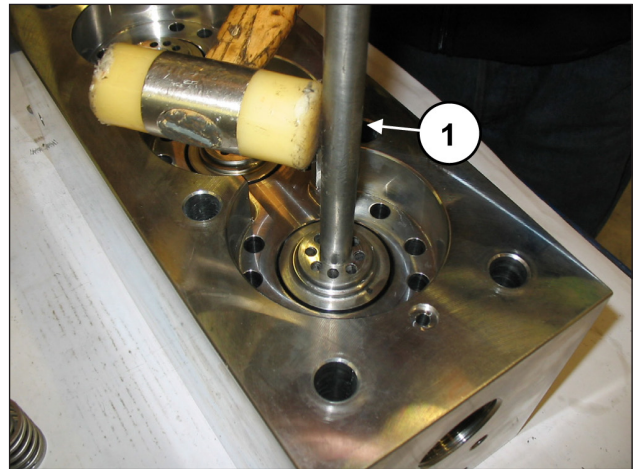

Fig. 115
Se os locais da válvula estiverem bloqueados no cabeçote, a causa da formação de calcário ou de óxido deve ser retirada, inserindo a ferramenta adequada (cód. 034300020 para SK20-22-24 ou cód. 034300010 para SK26-28-30) no furo de fluxo (pos. ①, Fig. 115).